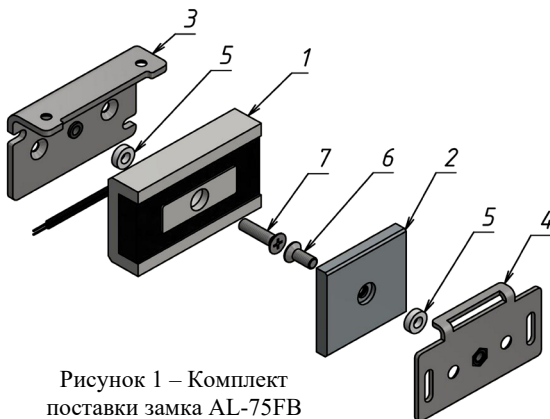

Рисунок 1 – Комплект поставки замка AL-75FB
3.1 В комплект поставки замка AL-75FB (рисунок 1) входят:
- корпус (1) ..... - 1 шт.
- якорь (2) ..... - 1 шт.
- уголок корпуса (3) ..... - 1 шт.
- уголок якоря (4) ..... - 1 шт.
- втулка (5) ..... - 2 шт.
- винт M5x12 (6) ..... - 1 шт.
- винт M5x20 (7) ..... - 1 шт.